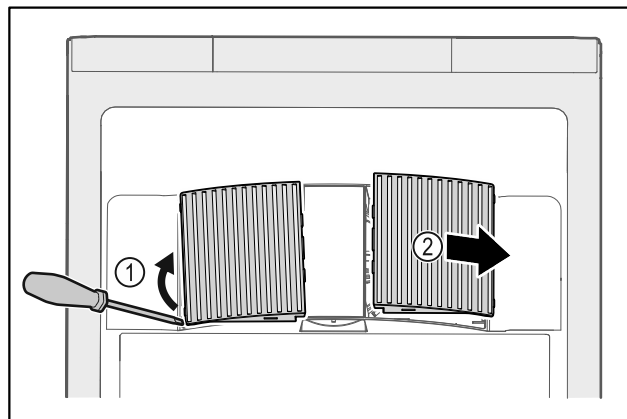

Fig. 176
► Estrarre con cautela i coperchi delle ventole dai lati Fig. 176 (1) e rimuoverli in avanti Fig. 176 (2).